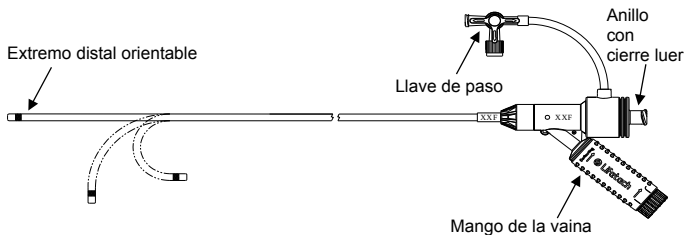
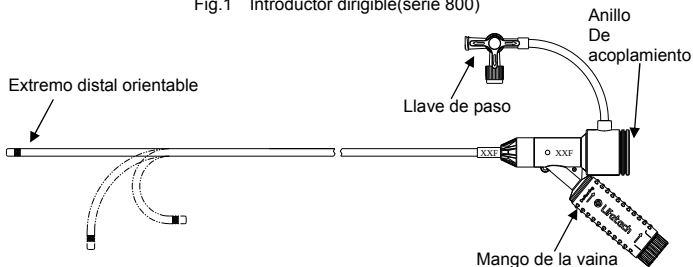

Fig.1 Introductor dirigible(serie 800)
Fig.2 Introductor dirigible(serie 550/700/900)
- 1) Vaina orientable (Fig.1 y Fig.2)